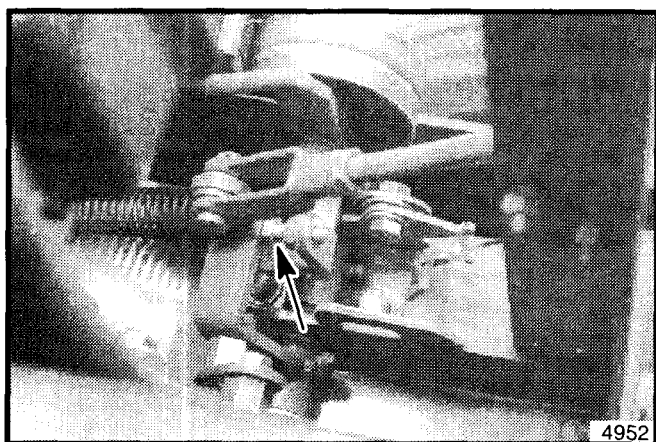

Figura 25. Tornillo para Ajuste de Tensión del Tope de la Correa
23. La tensión del tope de la correa de las correas del enrollador, puede ser ajustada soltando el tornillo del ensamble intermedio de la correa del enrollador y atornillándolo o sacándolo para ajustar la tensión del brazo intermedio cuando esté en la posición de desenganche (vea la figura 25).